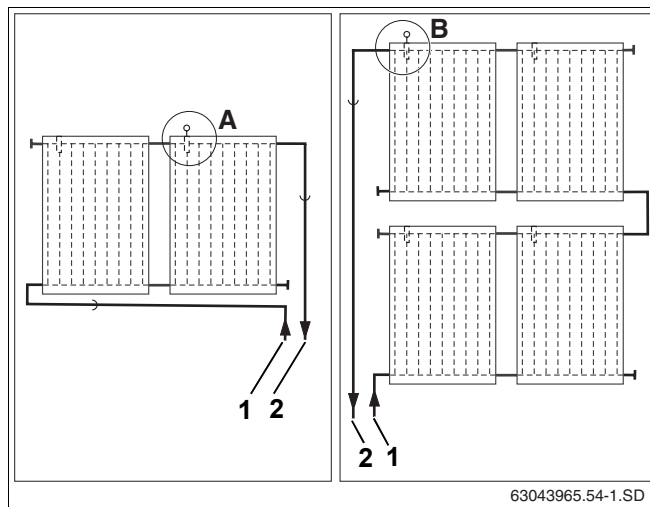

Fig. 50 Locul de montare al senzorului colectorului (prezentare schematică)
Aveți în vedere locul de montaj la un sistem de colectori cu unul sau mai multe rânduri (Fig. 50).
Senzorul colectorului trebuie montat în colector la conducta de tur racordată (Fig. 50, **Poz. 2**).
- Loc de montaj (Fig. 50, **Poz. A**) la sisteme de colectori cu un singur rând și cu conducta de tur pe partea dreaptă.
- Loc de montaj (Fig. 50, **Poz. B**) la sisteme de colectori cu două rânduri și cu conducta de tur pe partea stângă.